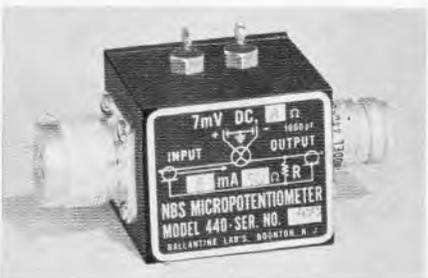

Bild 1. Ein Mikropotentiometer zum Herstellen exakt definierter Eichspannungen im Mikrovolt-gebiet für Frequenzen bis zu 900 MHz
Eine neue Konstruktion für eine auch bei hohen Frequenzen zuverlässige Eichspannungsquelle für kleinste Spannungswerte stellt der als Micropotentiometer bezeichnete Baustein in Bild 1 dar. Bisher benutzte man für solche Zwecke Spannungsteiler, deren Eingangsspannung gemessen wurde. Die an einer niederohmigen Anzapfung des Teilers abgegriffene Kleinstspannung wurde aus dem Widerstandsverhältnis berechnet, aber bei sehr hohen Frequenzen ergeben sich dabei unkontrollierbare Fehler durch Streukapazitäten und Leitungsinduktivitäten. Bei dem hier besprochenen Baustein wird nun nach Bild 2 mit einem hochempfindlichen indirekt gekoppelten Thermokreuz unmittelbar der durch den niederohmigen Ausgangswiderstand R fließende Strom gemessen.
Thermokreuz und Ausgangswiderstand können im Baustein nach Bild 1 ausgewechselt und somit den benötigten Eichspannungen angepaßt werden. Mit einem Ausgangswiderstand von 0,02 Ω und einem Thermo-
Bild 2. Prinzip des Mikropotentiometers in Bild 1. Der Abschlußwiderstand R ist jedoch in Wirklichkeit als koaxiale Scheibe aus Widerstandsmaterial innerhalb der Ausgangsbuchse angeordnet
Bild 1 zeigt die Blockschaltung einer vollständigen Elektronenorgel. Transistoren werden oft verwendet in Tongeneratoren (N), im Vibrato- (A) oder Tremolo-Oszillator (C), in Teilern von Tonerzeugern (N), in Stromtoren für Tonübertragung (Q) oder Perkussion (V), in Modulatoren für Vibrato- (N) oder Tremolo-Antrieb (W), in Vorverstärkern (S, U, W), Endverstärkern (Y) und im Stromversorgungsteil (B).